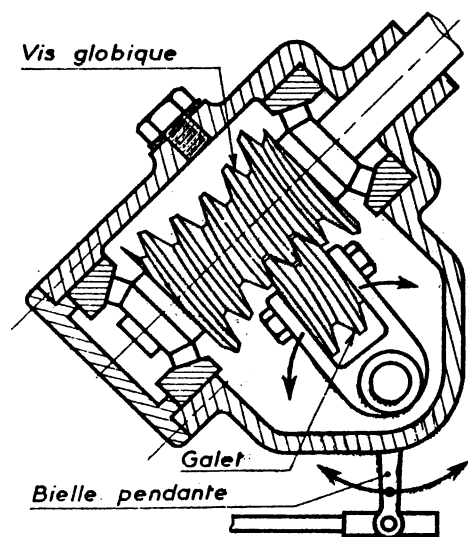

Fig. 5
- vis globique et galet (fig. 5),